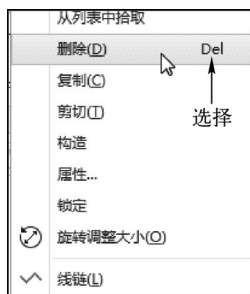

图 3-3 选择“删除”选项
STEP 03 单击鼠标右键, 在弹出的快捷菜单中选择“删除”选项, 如图 3-3 所示。